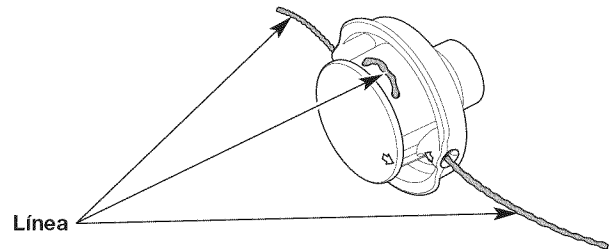

Fig. 14
4. Hale los extremos de la línea hasta que la misma esté apretada contra el cabezal de corte. Asegúrese de que los extremos de la línea sean de igual longitud (Fig. 14).